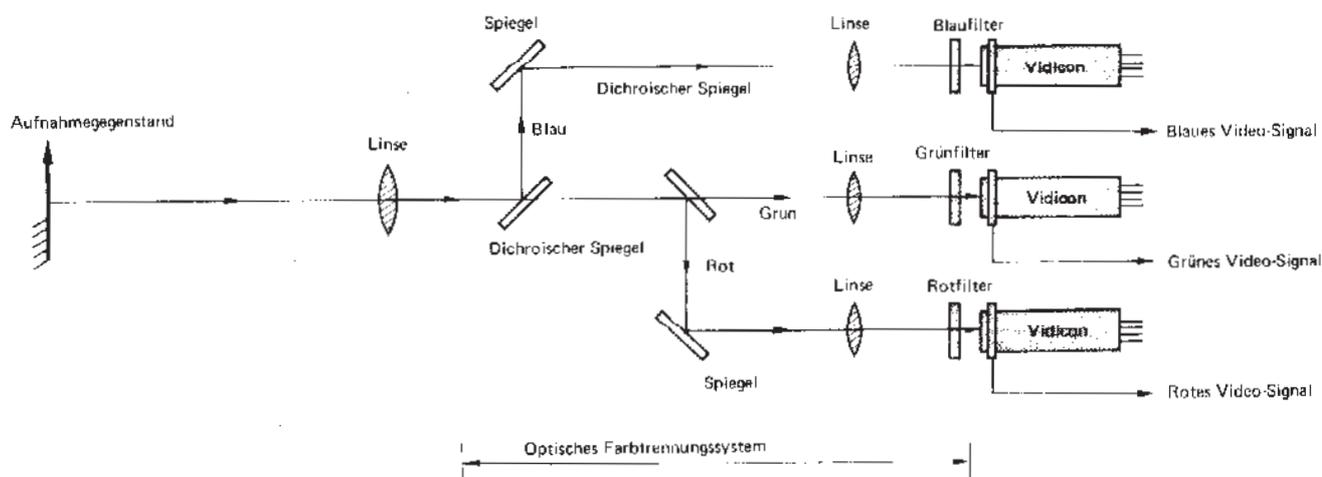

Bild 1
1. Dreiröhren-Farbvideokamera (Bild 1)